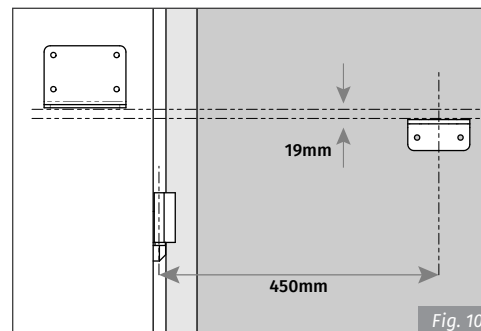

Fig. 10
- 3 • Fixez le support avant au vantail de la porte, en suivant les dimensions indiquées sur la **figure 10**.